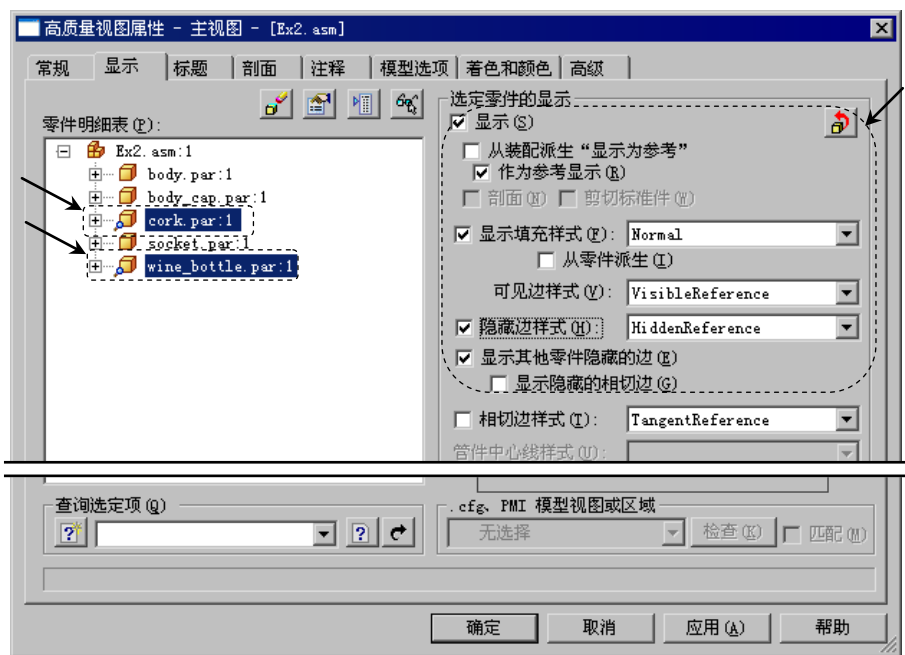

图 5.6.2 “高质量视图属性”对话框
Step3. 然后在“高质量视图属性”对话框中设置图 5.6.2 所示的参数，单击按钮。